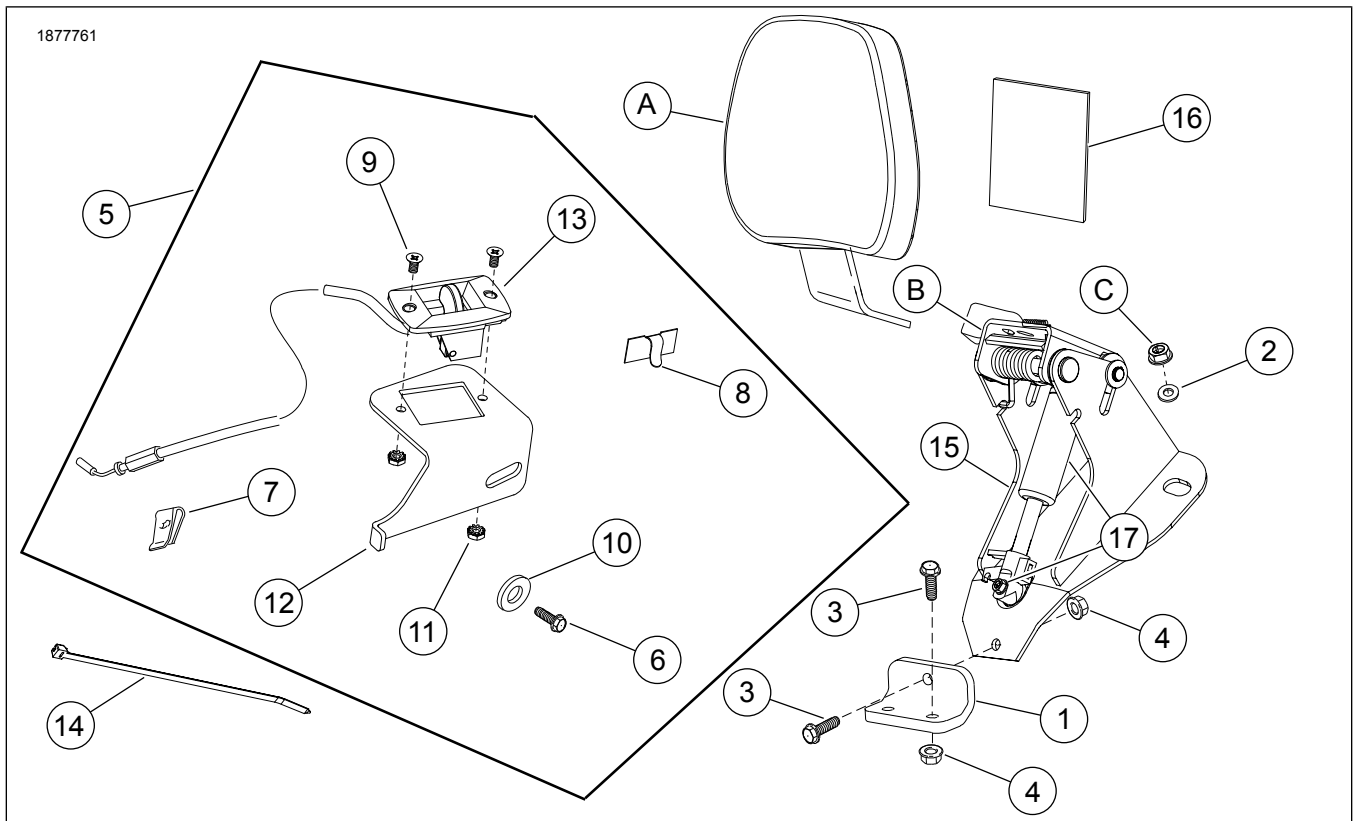

Figura 1. Contenido del kit: Kit de elementos de sujeción de montaje plano del respaldo ajustable del motociclista
9. Ver Figura 1 . Instale el mango del accionador (13) con el cable a la pieza de soporte del mango del accionador (12) para que el cable señale hacia abajo cuando esté instalado.
10. Fije con tornillos (9) y tuercas (11).